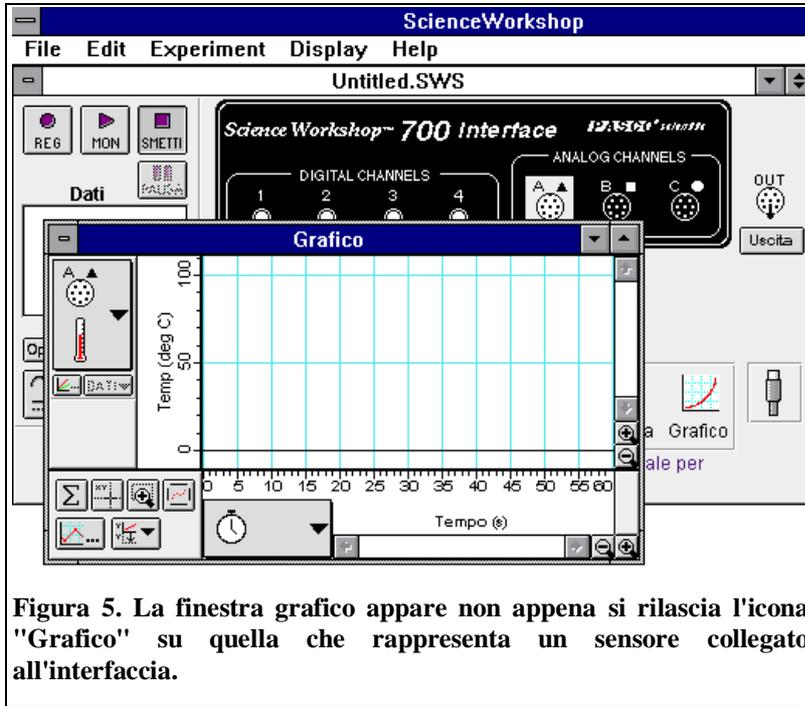

Figura 5. La finestra grafico appare non appena si rilascia l'icona "Grafico" su quella che rappresenta un sensore collegato all'interfaccia.
4. Per visualizzare in tempo reale il grafico della temperatura in funzione del tempo, mano a mano che le misurazioni procedono, trascinate l'icona "grafico" su quella "termometro", esattamente come si vede in figura 2. Si aprirà, sovrapponendosi alla schermata principale del programma, un grafico, come quello che si vede in figura 5. Se desiderate, potete ridimensionare* questo grafico come una qualsiasi finestra, agendo sui normali controlli di dimensionamento (ossia trascinando qualsiasi angolo della finestra in Windows, o l'angolo inferiore destro in Mac). Notate alcune caratteristiche di questo grafico. In ordinata si legge che viene riportata la temperatura in gradi Celsius, e gli estremi della scala sono da -10° a $+110^{\circ}$. Non sono valori a caso, ma *Science Workshop* li ha scelti in quanto "sa" che sono gli estremi della portata del sensore prescelto. In ascissa, invece, vi è il tempo in secondi, ed il grafico è predisposto per circa un minuto di misurazioni. Nel caso la misura si protragga oltre, il grafico si aggiorna,